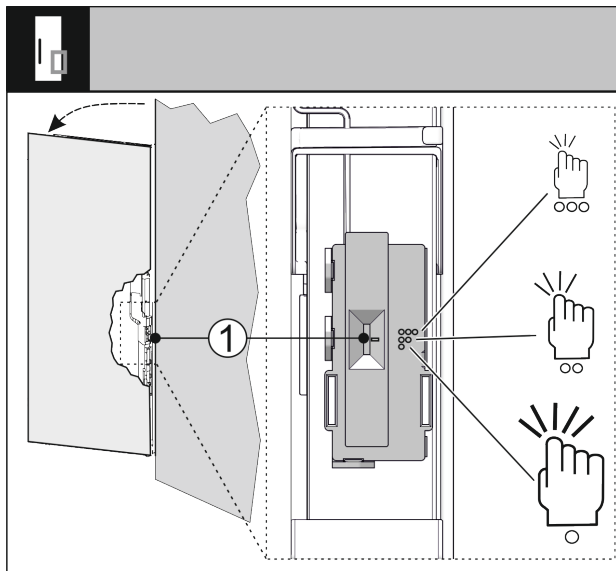

Fig. 34
U kunt de gevoeligheid van de klopsensor via een schakelaar Fig. 34 (1) instellen. De schakelaar zit aan de scharnierzijde van het onderste derde deel van de deur.
- ▶ Schuif de schakelaar Fig. 34 (1) naar de gewenste schakelaarstand.